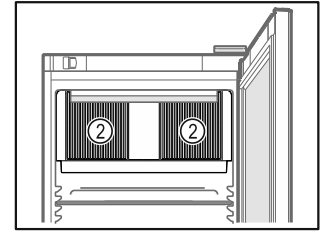

Fig. 61
- ❑ Тримати відкритою вентиляційну щілину Fig. 61 (2) вентилятора циркуляційного повітря у внутрішній камері.